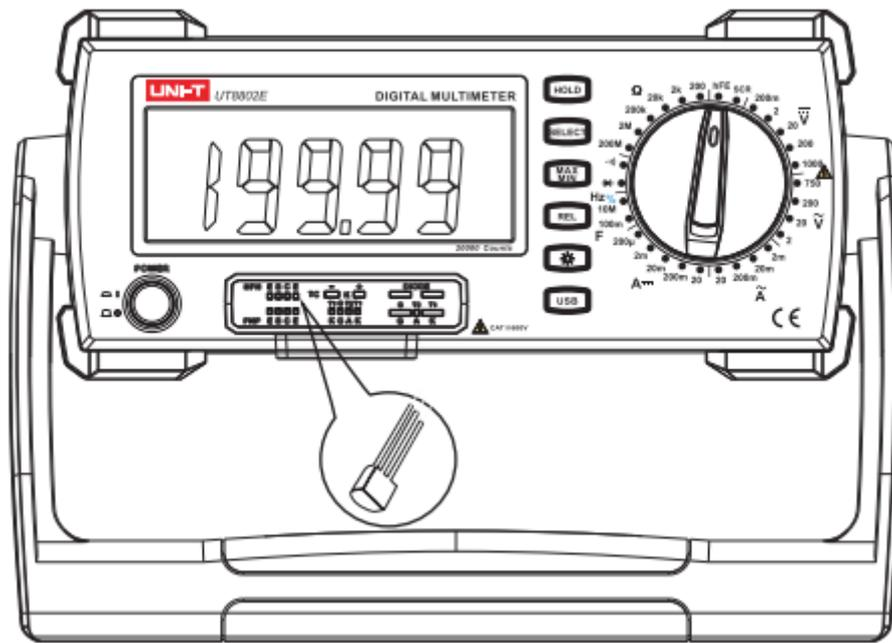

Abbildung 10
9. Messung von Transistoren (siehe Abbildung 10)